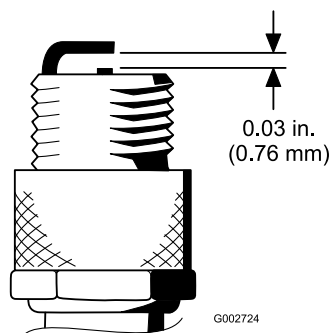

图 29
4. 将中心电极与侧电极之间的气隙设置为 0.76mm请参阅图 29。安装已设定正确气隙、带密封垫片的火花塞并将火花塞拧紧至 23Nm。如果没有使用扭矩扳手请牢固拧紧火花塞。